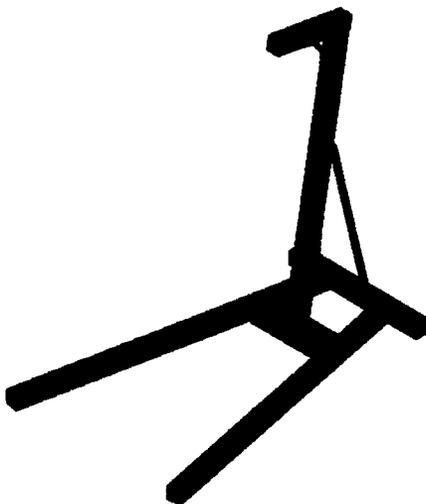

Рис. 11.16. Рамная конструкция, спроектированная с помощью Генератора рам
8. Отключите видимость **Эскиз2**, затем проверьте законченную сборку рамы, показанной на рис. 11.16.